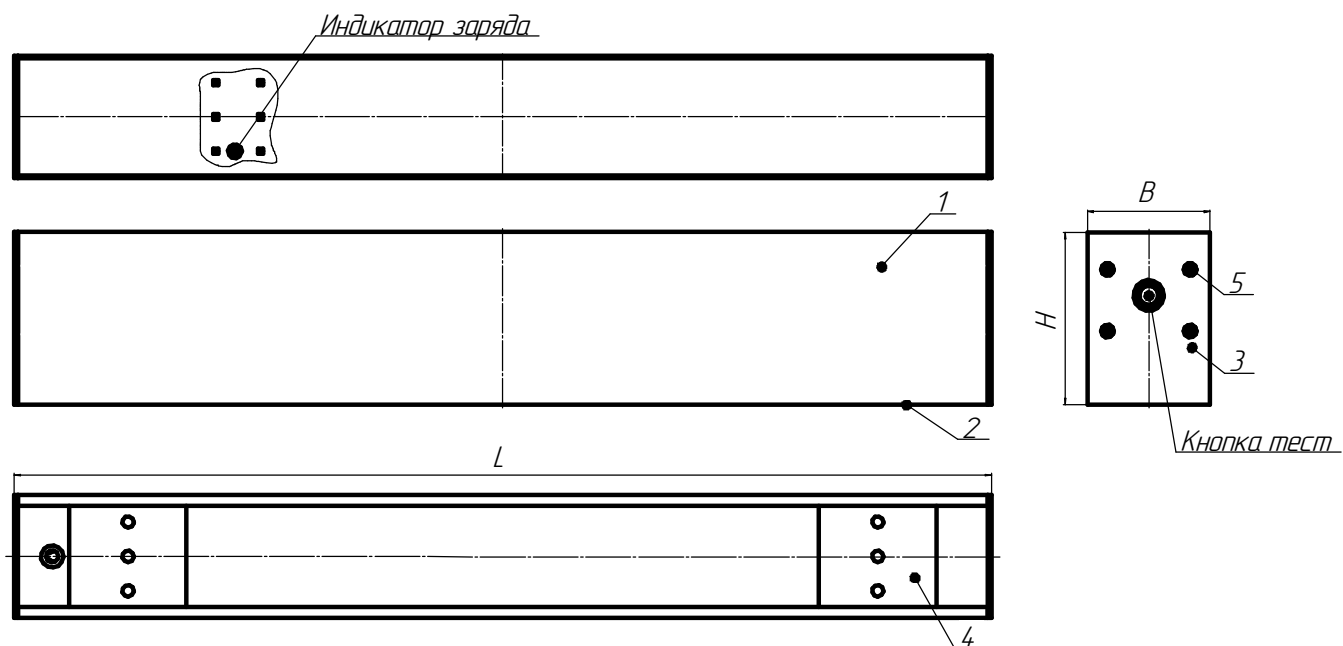

Рисунок 1 - Общий вид светильников
5.6. В светильниках присутствует ручное тестирование аварийного режима. Выключите светильник. Зажмите кнопку, находящуюся под рассеивателем, на панели со светодиодными модулями (рисунок 1). Источник питания светильника переключится в аварийный режим, напряжение на светодиодные модули будет подаваться от аккумулятора. Для возврата в рабочий режим, отпустите кнопку ручного тестирования.